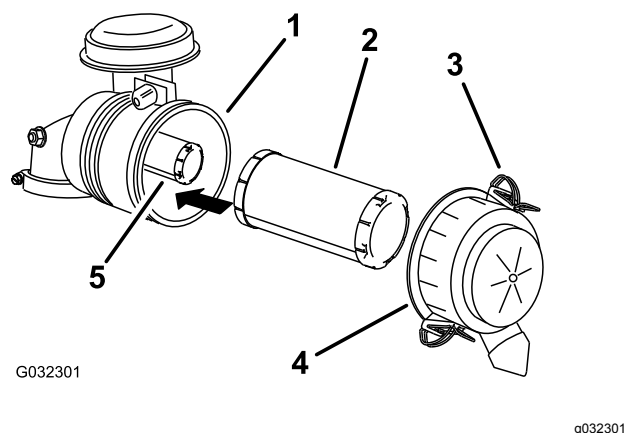

Figura 29
3. Abra los cierres del limpiador de aire y tire de la tapa de la entrada de aire para separarla del cuerpo del limpiador de aire (Figura 29).
5. Extraiga con cuidado el filtro primario de la carcasa del limpiador de aire (**Figura 29**).
2. Si va a cambiar el filtro de seguridad, deslícelo cuidadosamente en el cuerpo del filtro (Figura 29).
3. Deslice cuidadosamente el filtro primario por encima del filtro de seguridad (Figura 29).
4. Instale la tapa del limpiador de aire con el lado que lleva la palabra **up** hacia arriba, y fije los cierres (Figura 29).